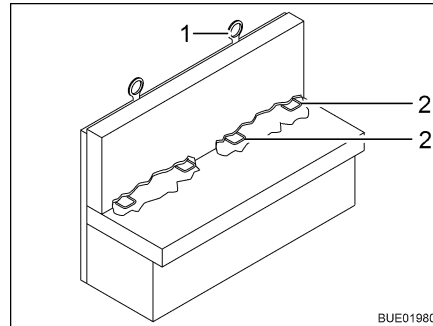

Bild 21 Isofix-Kindersicherung
Wenn das Fahrzeug mit Isofix-Kindersicherung ausgestattet ist, sind die dafür geeigneten Fahrzeugsitze mit einem Isofix-Symbol gekennzeichnet. Diese Fahrzeugsitze verfügen über Haltebügel (Bild 21,2) und einen weiteren Verankerungspunkt oben an der Sitzlehne (Top Tether) (Bild 21,1). Für Isofix geeignete Kinderrückhaltesysteme verwenden. Die Kinderrückhaltesysteme besitzen Rastarme, die in die Haltebügel des Fahrzeugsitzes eingeklinkt werden.
- Wenn möglich den Kindersitz zusätzlich am Top Tether (Bild 21,1) befestigen.